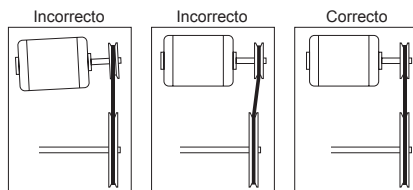

Figura 7
2. Monte las roldanas en los ejes y fíjelas con un tornillo de fijación. Para revisar si las roldanas están alineadas adecuadamente, consulte la Figura 7. Las roldanas mal alineadas provocan un desgaste excesivo de la correa, vibraciones y ruidos.